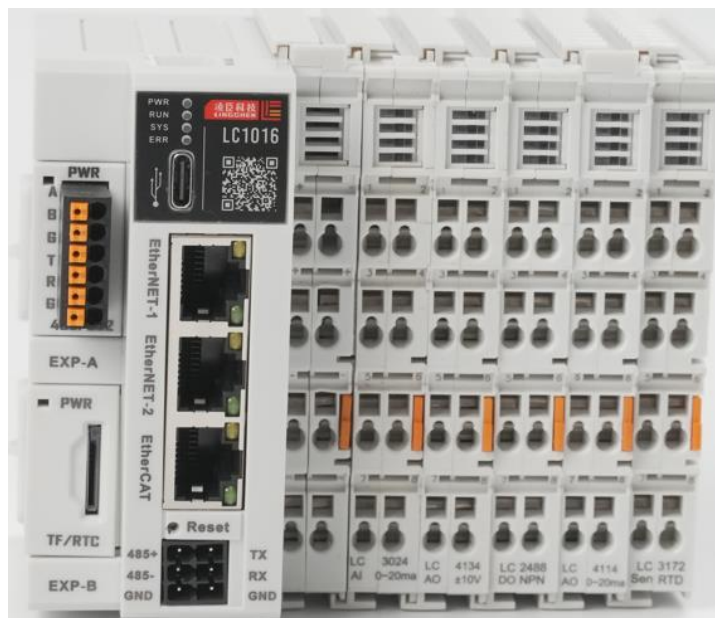

图4 RS485与RS232
■ RS485与RS232接口如图4所示 :
■ RS485与RS232引脚定义如图4所示：